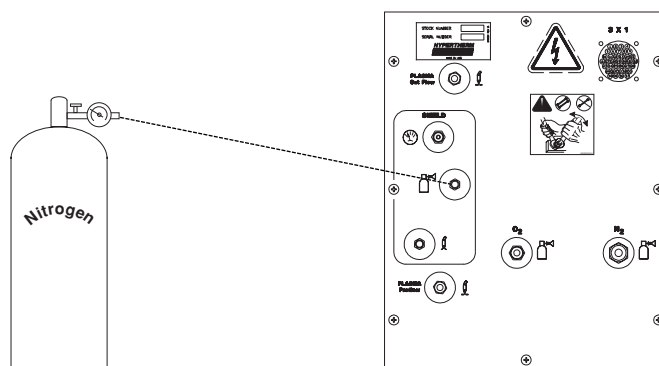

Figura a-5 Suprimento de nitrogênio para o console de gás
- Conecte o suprimento de nitrogênio para a conexão de proteção na traseira do console de gás. (Fig. a-5)